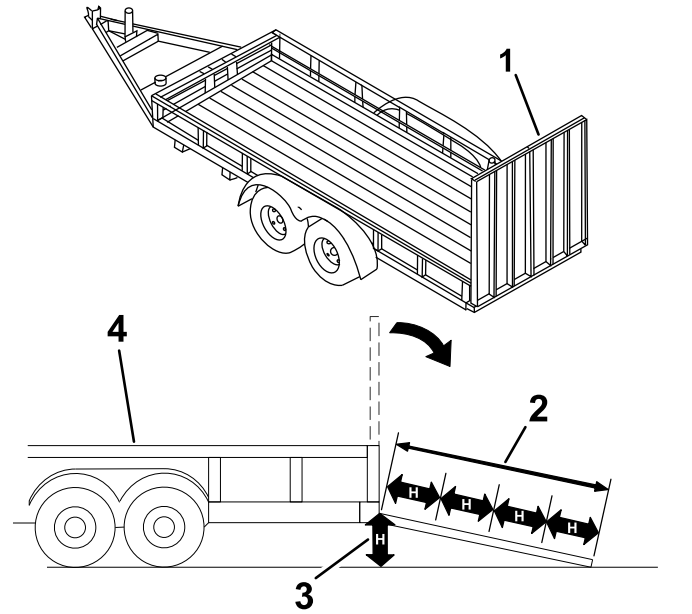

Figure 37
3. Abaissez la rampe (Figure 37).